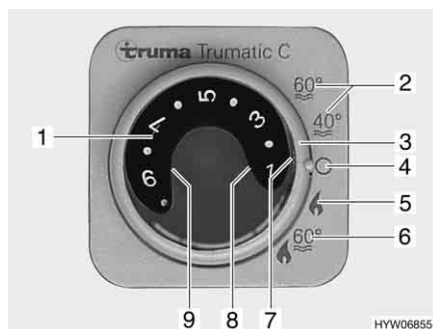

Fig. 90 Centralina di controllo per riscaldamento/boiler
- Impostare la modalità di funzionamento tramite l'interruttore girevole (Fig. 90,3).
A seconda della temperatura ambiente desiderata, il riscaldamento seleziona automaticamente il livello del bruciatore necessario. Al raggiungimento della temperatura ambiente desiderata, il bruciatore si spegne. Durante la modalità di funzionamento "Riscaldamento e boiler" (Fig. 90,6) è riscaldata anche l'acqua nel boiler. Nella modalità di funzionamento "Riscaldamento senza boiler" (Fig. 90,5) è possibile far funzionare il riscaldamento con il boiler vuoto.
- Impostare la manopola della temperatura (Fig. 90,1) sulla centralina di controllo scegliendo la potenza desiderata.
- Posizionare l'interruttore girevole (Fig. 90,3) su funzionamento invernale "Riscaldamento senza boiler" (Fig. 90,5) o "Riscaldamento e boiler" (Fig. 90,6).
Si accende la spia verde di controllo (Fig. 90,7).
- Posizionare l'interruttore girevole (Fig. 90,3) su "O" (Fig. 90,4).
La combinazione funzionamento a gas e funzionamento elettrico a 230 V diminuisce il tempo di riscaldamento (è possibile solo se il riscaldamento viene impostato sulla centralina di controllo (Fig. 90) su funzionamento invernale).